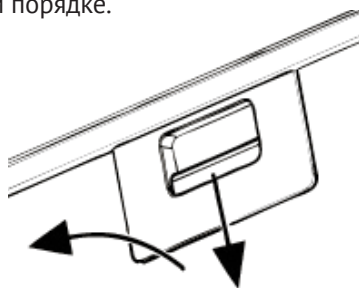

Рис.8
8.6 Для снятия алюминиевого фильтра (рис.8) необходимо нажать на пружинную задвижку и, потянув на себя и вниз, снять фильтр с панели. Установку фильтра выполнить в обратном порядке.